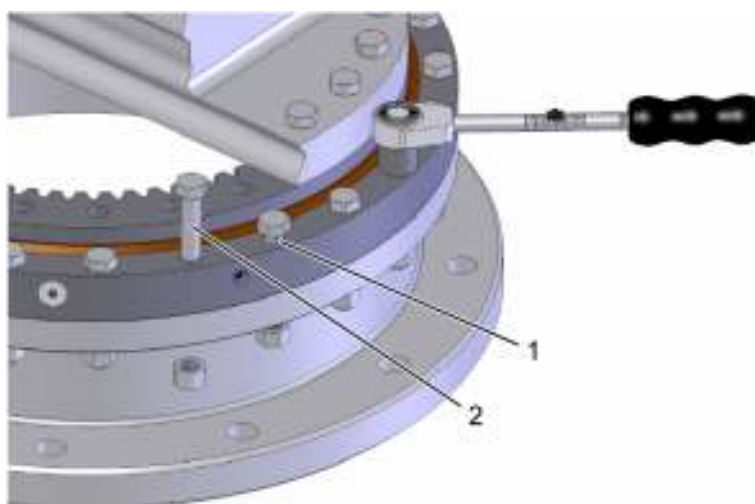

Fig. 33. Control de los pernos de fijación
- Utilice siempre pernos, tuercas y arandelas nuevas ( $\Rightarrow$  Fig. 33).